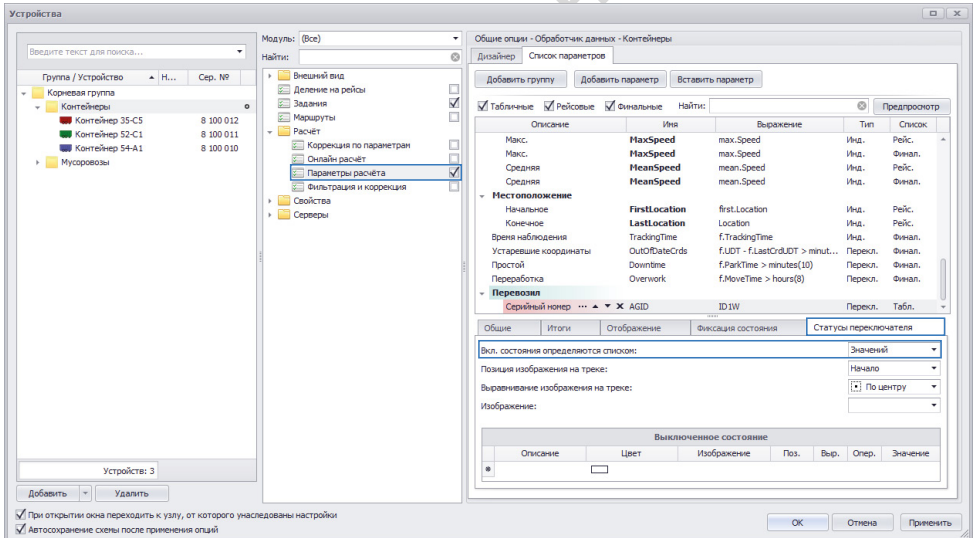

Рис.9. Определение включенных состояний параметра «Серийный номер».
- перейти на вкладку «Статусы переключателя» и в строке «Вкл. состояния определяются списком» выбрать настройку «Значений» (Рис.9);